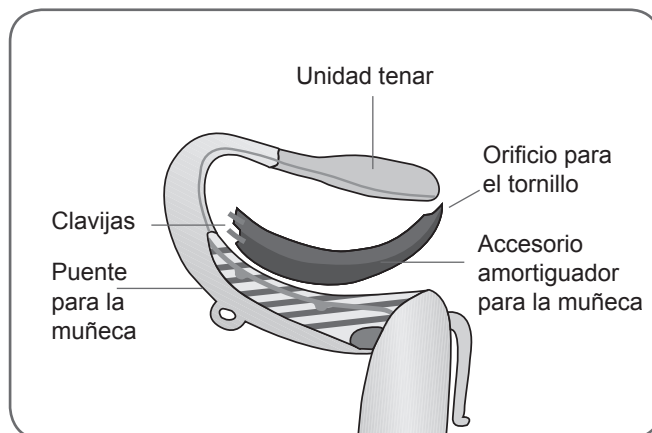

Ilustración 6-5: Cómo alinear el accesorio amortiguador para la muñeca.
3. Alinee el accesorio sobre el puente para la muñeca. Las clavijas del accesorio deben estar en posición distal y el orificio para el tornillo, proximal. Consulte la Ilustración 6-5.